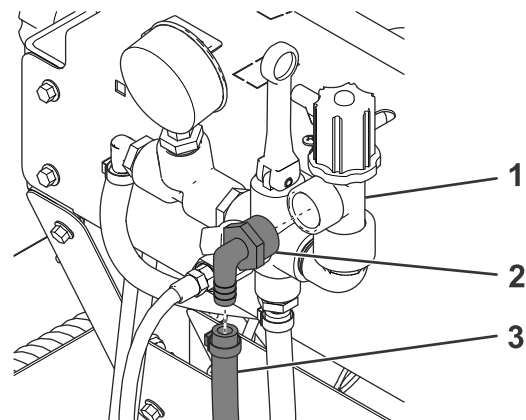

Figure 3
1. Déposez le flexible de la cuve principale du raccord de flexible à 90° (Figure 3).
- Débranchez le raccord de flexible à 90° du régulateur de pression de pulvérisation et mettez-le au rebut (Figure 3).